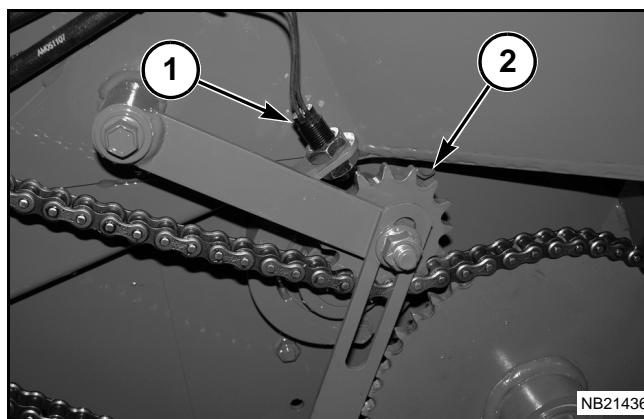

FIG. 72
FIG. 72: La distancia entre el sensor de deslizamiento del embrague (1) y la superficie de la rueda dentada (2) debe ser de 1 a 5 mm (1/32 a 3/16). Si la separación no es correcta, ajuste el sensor.